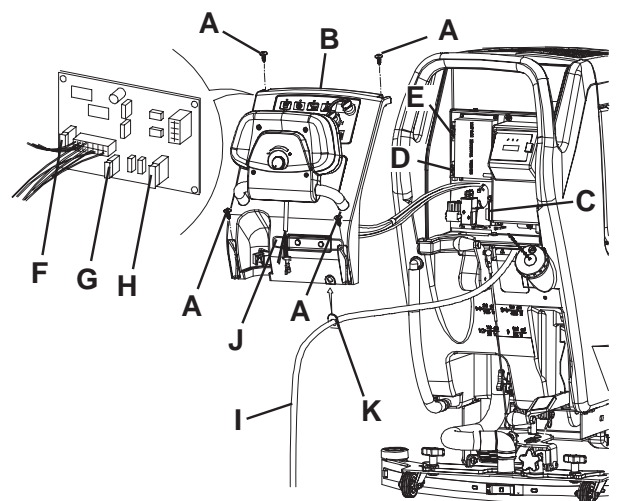

Abbildung 10
1. Der Verbinder von den Batterien (12) lösen.
2. Das Ablassrohr des Sammelwassers (16) versetzen.
3. Falls erforderlich, das Kabel des Ladegerätes (I, Abb. 10) vom Halter (J) entfernen.
4. Die Schrauben (A) entfernen und vorsichtig die Tafel (B) versetzen durch das kleine Gummi (K) von dem betreffenden Tafelsitz (B) zu entfernen.
- (C) Sicherung F1, Bürstenkopf: (40 A)
- (D) Sicherung F2, Ansauganlage: (30 A)
- (E) Sicherung F3, Antriebsanlage: (30 A) (\*)
- (F) Sicherung F4, Signalkreise: (3 A)
- (G) Sicherung F5, Freigabe Bürsten/Padhalter: (20 A) (\*)
- (H) Sicherung F6, Pumpen: (3 A) (\*)